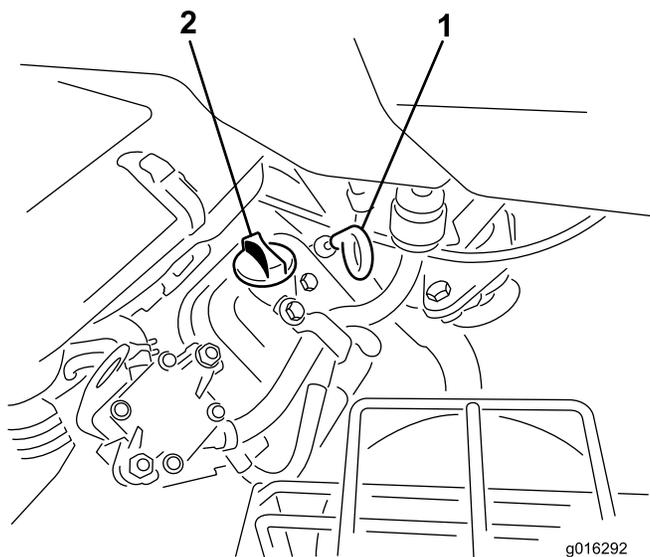

图28
2. 拧下量油尺，用干净的抹布擦拭。将量油尺拧入量油尺管道中，并确保它完全插入（图28）。